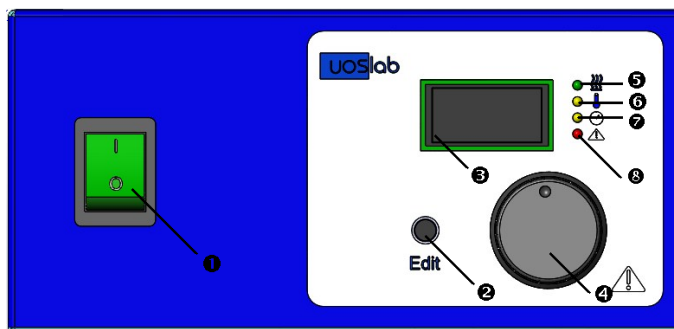

Рис. 1
5.1.1 Шафа оснащена електронним контролером, що містить цифровий дисплей, індикатор нагріву, кнопку переходу в режим редагування програми, регулятор з кнопкою (рис. 1):